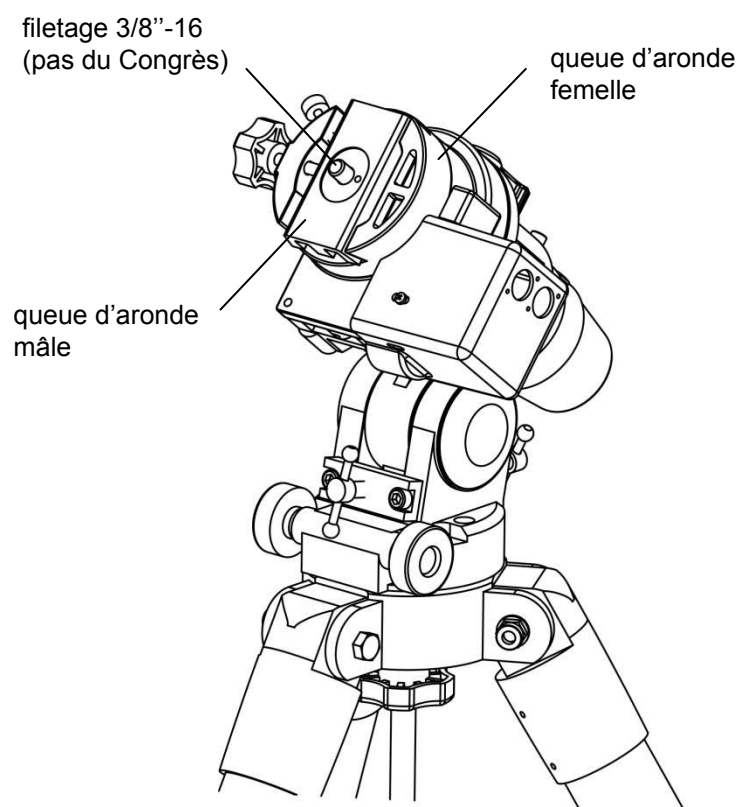

Fig. 13
- 1.8.2. Insérez la queue d'aronde mâle équipée d'une vis 3/8"-16 (pas du Congrès) dans la queue d'aronde femelle. Ce filetage est compatible avec la plupart des rotules classiques et rotules-boule disponibles sur le marché. Vous pouvez y fixer ensuite votre appareil photo pour profiter des fonctions de pointage et de suivi de la monture (fig. 13).